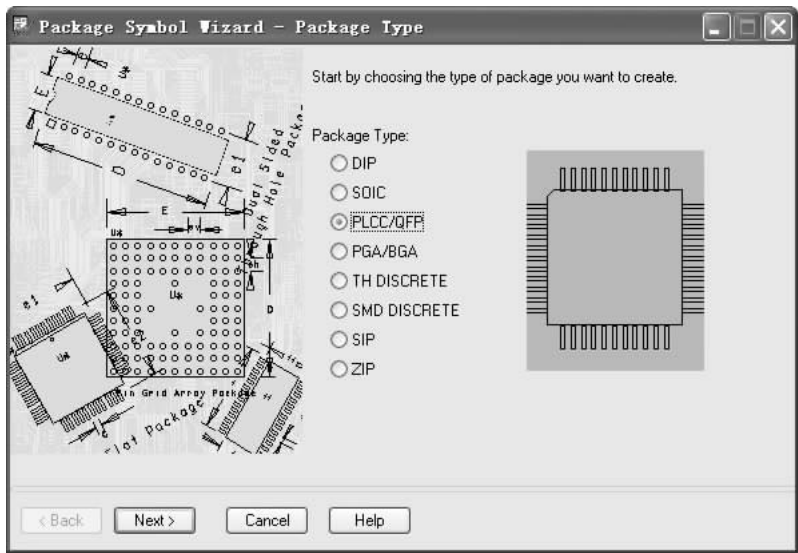

图 9-44 “Package Symbol Wizard” 对话框
3) 完成设置后，单击 **OK** 按钮，将弹出“Package Symbol Wizard”对话框，如图9-44